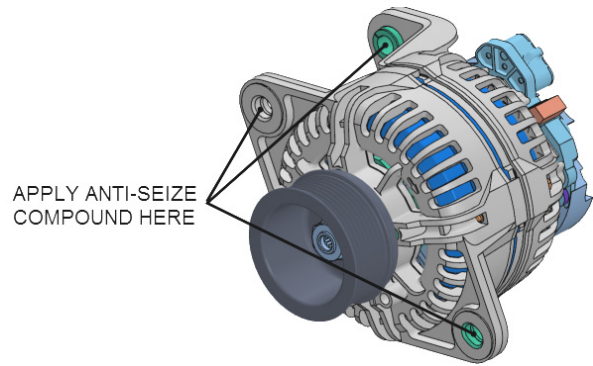
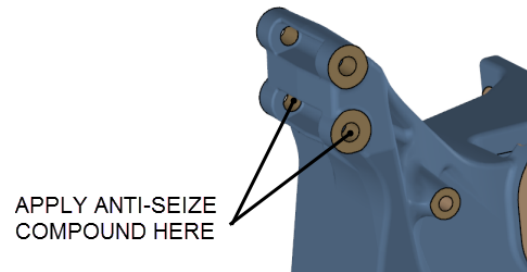

FIGURE 44
FIGURE 45
4. Appliquer du composé anti-grippage (anti-seize compound) (Prevost p/n: 680335) à l'intérieur des œillets de montage de l'alternateur et à l'intérieur des douilles du support d'alternateur (voir **FIGURE 44** & **FIGURE 45**).